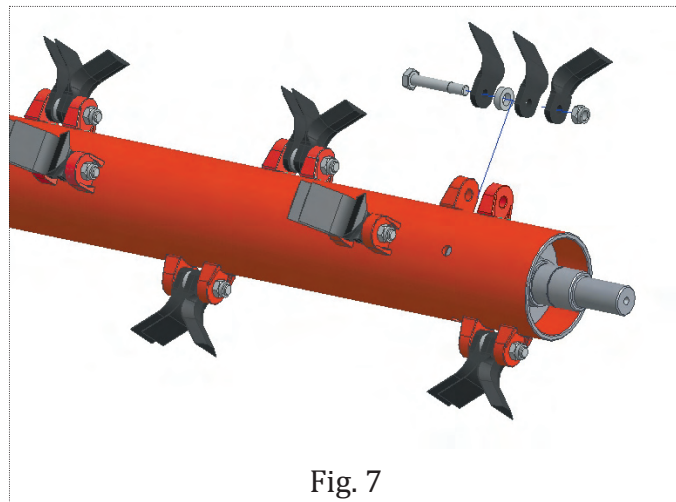

Fig. 7
- Togliere il dado 1 (Fig. 7) del bullone che fissa la mazetta usurata, facendo attenzione, nella fase di montaggio, di riposizionare la mazetta nuova nella stessa posizione
- Togliere il dado 1 (Fig. 7) del bullone che fissa le zappette usurate, facendo attenzione ai vari componenti ed in particolare alla posizione dei distanziali 2 (Fig. 7), nella fase di montaggio, di riposizionare le zappette nuove e componenti nella stessa posizione